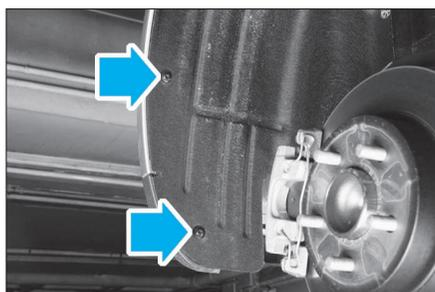

FIG. 86
- les 2 vis du pare-boue (des 2 côtés) (Fig.86).